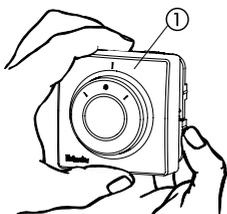
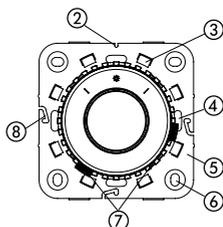

рис. 4
рис. 5
Снимите корпус 1 с основания 5 (рис. 4). Через монтажные отверстия 6 с помощью деталей крепления, входящих в комплект поставки, установите основание на ровной стене или отверстии для скрытого монтажа так, чтобы ориентирующая канавка 2 была направлена вверх. Отмерьте необходимую длину капиллярной трубки, остаток намотайте на опоры 3 на передней стороне основания. (рис. 5). Плотно прижмите корпус (с отметками для регулировки 9, направленными вверх) к основанию до его фиксации в замке.
Для скрытого монтажа используйте подрозетник (10) Ø 60 мм и гофротрубу (11) Ø 23 мм. Закрепите основание термостатической головки в подрозетнике с помощью саморезов из его комплекта в точках 12 (рис. 5 и 6).